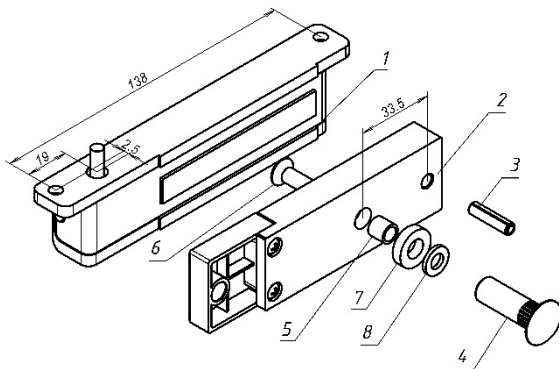

Рисунок 1
3.1 Комплект поставки (рисунок 1):
- корпус (1) - 1 шт.
- якорь (2) - 1 шт.
- комплект крепления якоря: штифт (3),